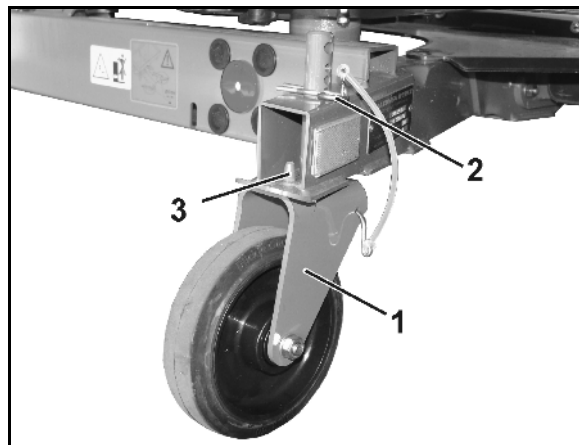

Bild 27
6. Fasta rullar bak (Bild 27/1)
- o monteras och fixeras i de nedersta hålen med fjädersprintar (Bild 27/2) eller
Vid monteringen av de fasta rullarna måste man se till att bulten (Bild 27/3) går helt igenom hålet på ramen och fixerar rullarna i på längden.